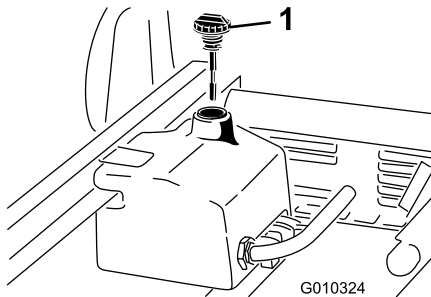

Figura 21
1. Limpie la zona alrededor del cuello de llenado y el tapón del depósito hidráulico (Figura 21). Retire el tapón del cuello de llenado.
2. Retire la varilla (Figura 21) del cuello de llenado y límpiela con un paño limpio. Inserte la varilla en el cuello de llenado; luego retírela y compruebe el nivel del aceite. El nivel del aceite debe estar entre las dos marcas de la varilla.